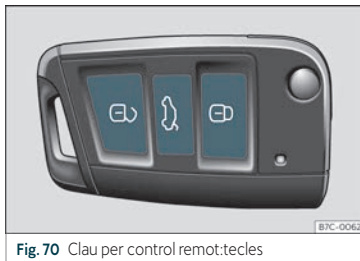

Fig. 70 Clau per control remot:tecles
- Bloquejar: premeu el botó  >>> **fig. 70.**